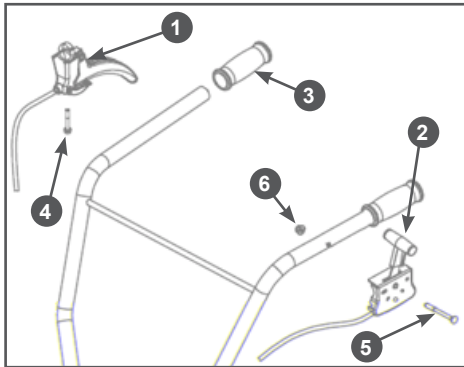

Рис. 5 Установка рычагов сцепления и газа
7. Установите на рабочие рукоятки рычаг 1 сцепления и рычаг газа 2 (Рис. 5). Для установки рычага 1 сцепления выполните следующее: снимите с правой рабочей рукоятки резиновую ручку 3, наденьте рычаг на рукоятку, закрутите до упора винт 4, установите обратно на рукоятку резиновую ручку 3 (Рис. 5). Для установки рычага 2 газа выполните следующее: совместите отверстия в
левой рабочей рукоятке и корпусе рычага 2 газа, вставьте в отверстие болт 5 и закрутите гайку 6 до упора (Рис. 5).